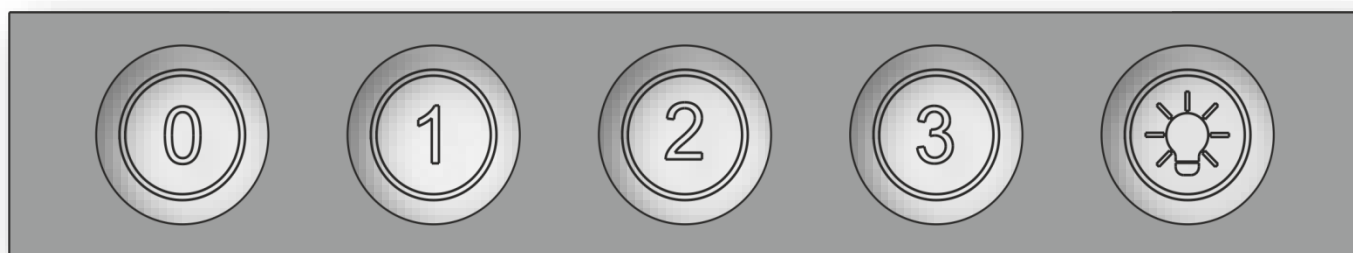

Рис.6
7.3 На нижней панели корпуса размещен механический переключатель режимов работы и включения ламп освещения (**рис.6**).